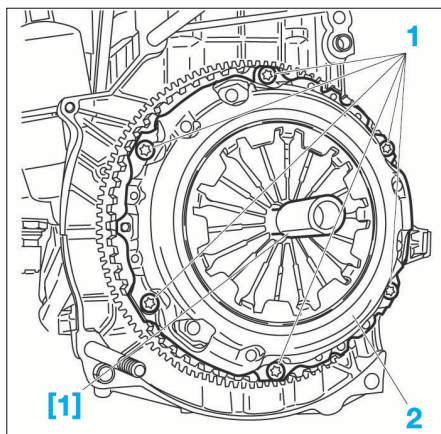

FIG. 4
Moteurs 1.6 HDi (Fig.4)
- le disque (3)
- le mécanisme (2) (respecter le repère en cas de réutilisation) (Fig.4)
- Serrer les vis (1) à 2 daN.m.